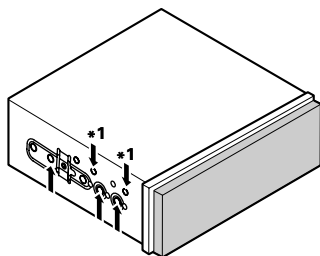

Рис. 18
- Прикрепите устройство к заводским радио монтажным скобам. (Рис. 18) (Рис. 19) (Рис. 20)